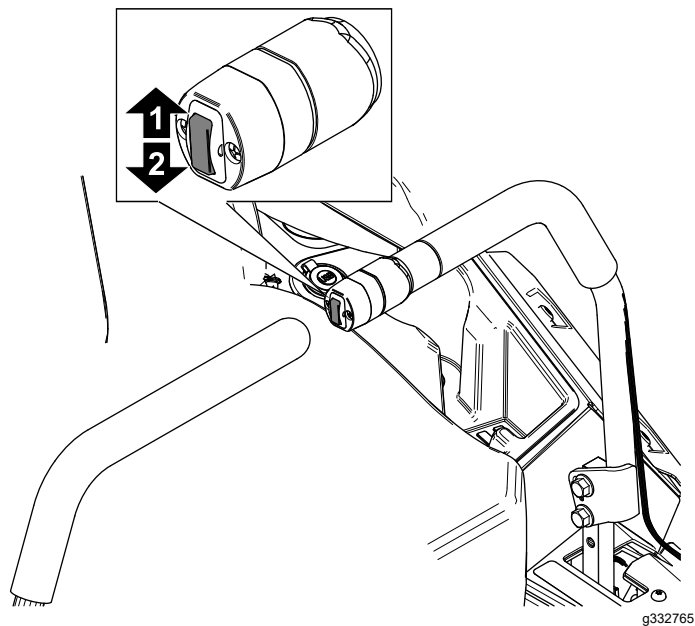

Figure 30
1. Appuyez sur le haut de l'interrupteur de levage du plateau (Figure 30).
3. Appuyez sur le bas de l'interrupteur de levage du plateau pour régler la hauteur de coupe (Figure 30).